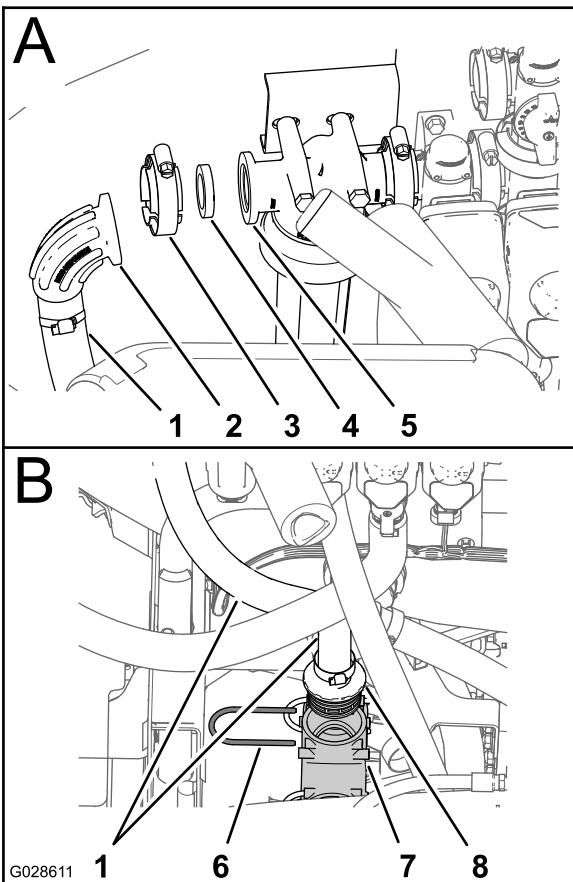

Figure 17
- Retirez le collier à bride, le joint, le raccord coudé et le flexible d'entrée de la tête du filtre sous pression (A de Figure 17).
2. Déposez l'étrier qui fixe le raccord cannelé droit du flexible d'entrée sur le raccord en T inférieure du système de pulvérisation et déposez le flexible d'entrée de la machine (B de Figure 17)